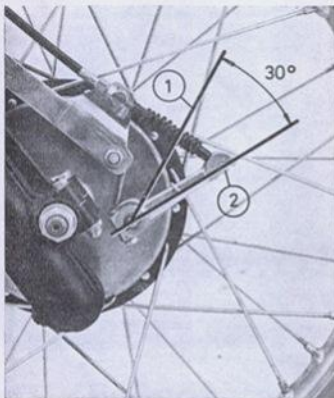

Fig. 21
**3. Ajuste de la palanca del freno.** Conforme se van girando los forros de freno, la palanca va cambiando de posición en los sucesivos reglajes. Así llegará un momento en que el muelle quedará comprimido en exceso y perjudicará al frenado. Cuando así ocurra se procederá a cambiar la posición de la palanca girándola en unos grados (ver fig. 21). Fijar en esta posición con llave de 10 mm y graduar como se ha dicho en los puntos 1 y 2.